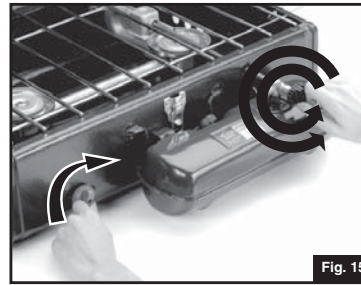

Fig. 15
■ Abra rápidamente la VÁLVULA DE COMBUSTIBLE dos vueltas completas mientras gira la PERILLA DE ENCENDIDO en el sentido de la manecillas del reloj, hasta que encienda la estufa. (Fig. 15)